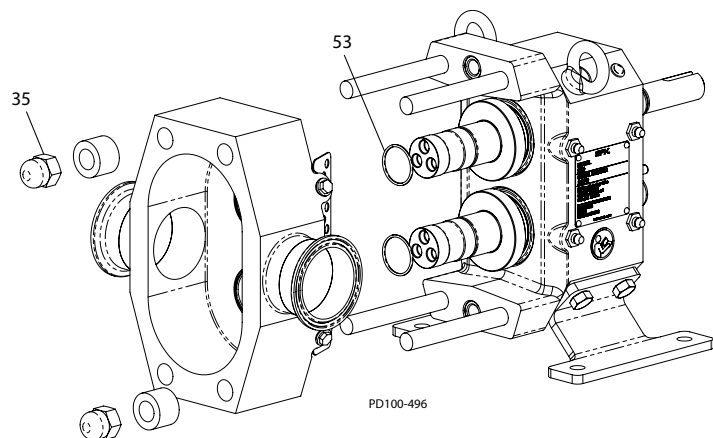

Abb. 54- Montage des Körpers
1. Montieren Sie die Rotornabdichtungs-O-Ringe (Abb. 54, Einzelheit 53) in der Nut an jeder Welle.